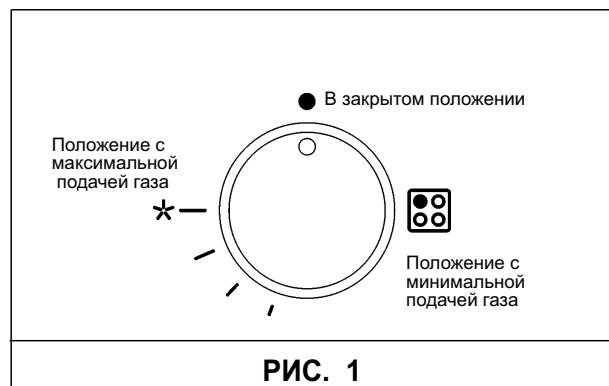

РИС. 1
Нажать и повернуть против часовой стрелки ручку, соответствующую используемой конфорке, установить ее в положение Максимум (большое пламя рис. 1) и поднести к конфорке зажженную спичку.
Нажать и повернуть против часовой стрелки ручку, соответствующую используемой конфорке, установить ее в положение Максимум (большое пламя рис. 1), затем нажать и отпустить кнопку розжига.
Нажать и повернуть против часовой стрелки ручку, соответствующую используемой конфорке, установить ее в положение Максимум (большое пламя рис. 1) и нажать ручку до упора.
Для розжига конфорок, оснащенных системой газ-контроль, следует повернуть против часовой стрелки ручку, соответствующую используемой конфорке, установить ее в положение Максимум (большое пламя рис. 1), пока она не сможет поворачиваться дальше, а затем нажать ручку и произвести розжиг, как описано выше.
- После закипания переведите ручку в положение Минимум (маленькое пламя рис. 1).
- розжиг конфорок с предохранительной термопарой (системой "газ-контроль") можно произвести только если ручка установлена в положение Максимум (большое пламя рис. 1).